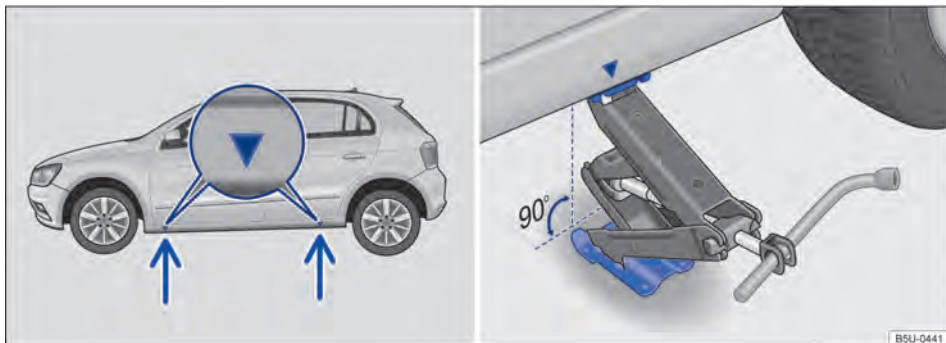

Fig. 186 Pontos de apoio do macaco e macaco posicionado no lado esquerdo traseiro do veículo.
O macaco somente pode ser posicionado nos pontos de apoio indicados (marcação na carroceria) → Fig. 186. É válido o ponto de apoio localizado próximo à roda correspondente → ▲.
7. Procurar sob o veículo o ponto de apoio do macaco → Fig. 186, mais próximo da roda a ser trocada.
10. Garantir que a base do macaco, com toda sua superfície, esteja sobre o chão e que a base se encontre perpendicularmente abaixo do ponto de colocação → Fig. 186.
11. Alinhar o macaco e, simultaneamente, levantar a garra do macaco até ela se encaixar na travessa debaixo do veículo → Fig. 186.
- Posicionar o macaco somente nos pontos indicados. A garra do macaco deve se encaixar no perfil da longarina de forma segura → Fig. 186.